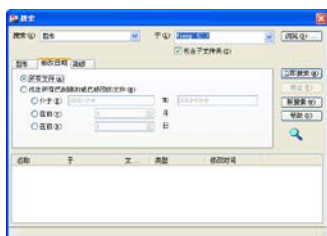

图 8.45 【修改日期】选项卡
- 【修改日期】选项卡：指定图形文件创建或上一次修改的日期或指定日期范围。默认情况下不指定日期，如图 8.45 所示。